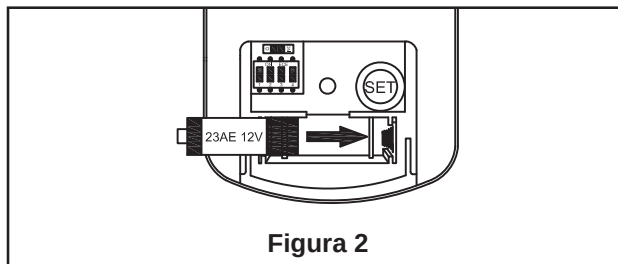

Figura 2
- ☐ 2. Para que el ventilador sea funcional, instale las pilas (incluidas) de 23A/12V en el transmisor del mando a distancia. Mientras el ventilador esté apagado. A continuación, siga el proceso de fijación remota de código. Si no se utiliza el ventilador durante un largo periodo de tiempo, extraiga la batería para evitar cualquier daño al transmisor. Almacene el mando a distancia en un lugar alejado del calor o la humedad excesiva. (Figura 2)